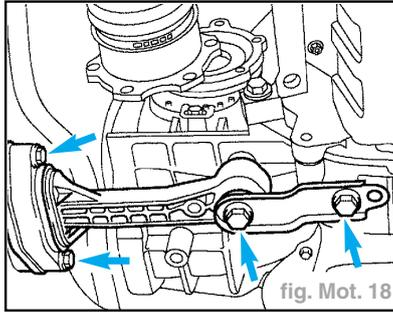

fig. Mot. 18
- Dévisser l'appui oscillant (flèches) (fig. Mot. 18).